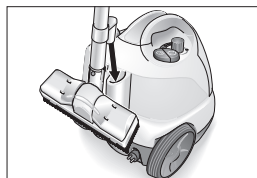

Fig. 9: Posizione parcheggio
- In caso di brevi interruzioni è possibile inserire il tubo di prolunga con ugello montato in posizione parcheggio (si veda la fig. 9).